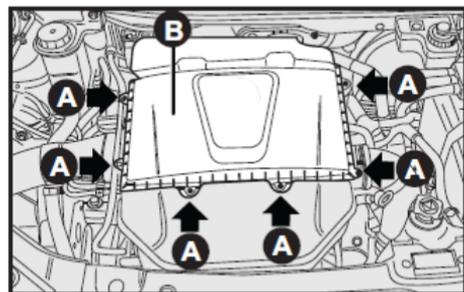
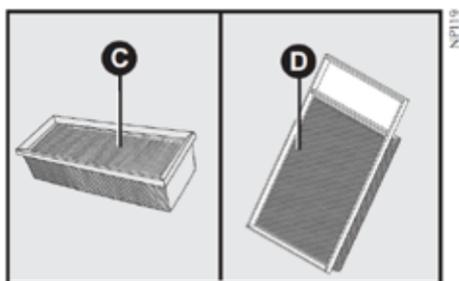

fig. 12
fig. 13
- Saque el elemento filtrante C-fig. 13.
Quite los tornillos A-fig. 12, quite la tapa B-fig. 12 y saque el elemento filtrante D-fig. 13.